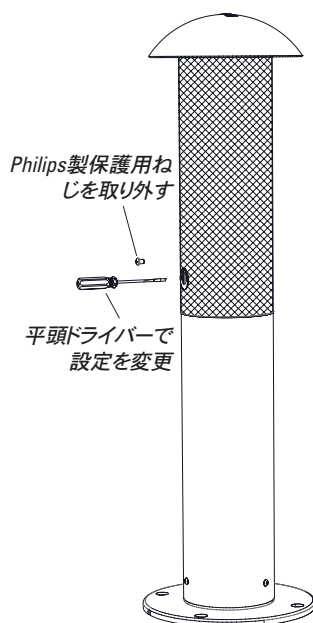

図26
3. L42XCスピーカーは60Wに設定されたトランスに電気を送ります。「バイパス」するためにはリセットする必要があります。図26に示されているように、Philips製保護用ねじを取り外すため、Philips製ヘッドドライバーを使用します。